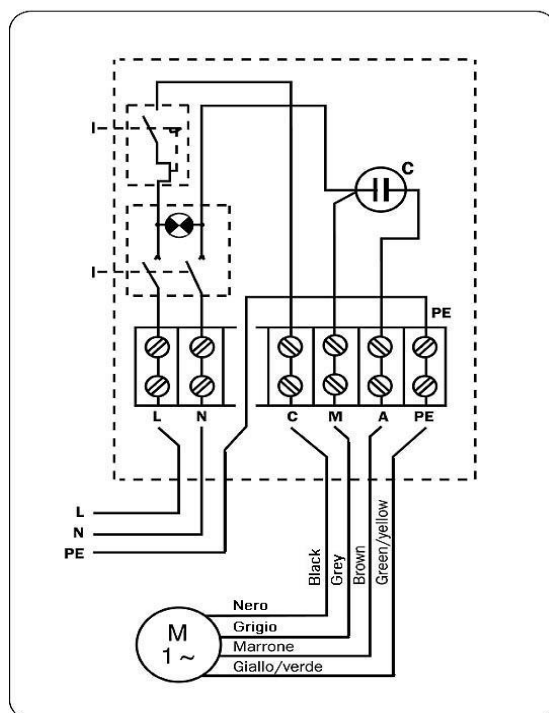

Fig. 1
- Eseguire i collegamenti dei cavi in morsettiera in accordo allo schema elettrico (fig. 1)
- Assicursi che l'interruttore del cavo sia in posizione OFF (0), e che nessuno ne possa ripristinare accidentalmente il funzionamento prima di procedere al collegamento dei cavi di alimentazione esterna ai morsetti L-N-PE ed ai morsetti C-M-A-PE per il collegamento del motore elettrico